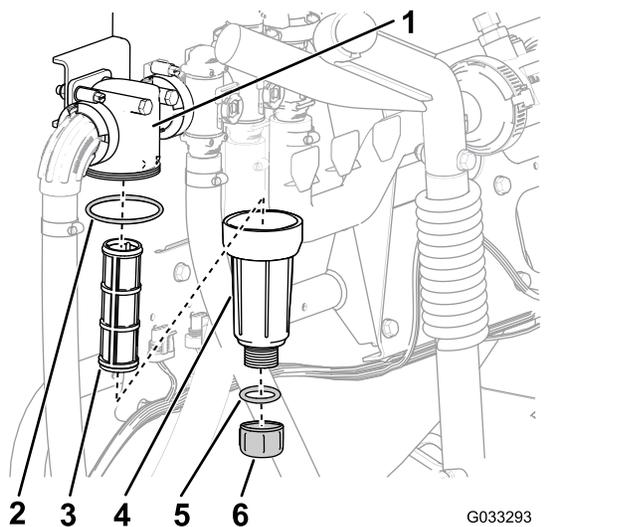

图 60
2. 在压力式滤清器下放置一个排放盘图 60。
3. 逆时针旋转排油塞然后将其从压力式滤清器的油碗中取出图 60。
4. 逆时针旋转油碗然后将其从滤清器头中拿出图 60。
5. 拆下旧压力式滤清器的滤芯图 60。
6. 检查排油塞的 O 形圈在油碗内侧和油碗的 O 形圈在滤清器头内侧是否有磨损和损坏图 60。
7. 将新的压力式滤清器滤芯安装到滤清器头中图 60。
8. 将油碗安装到滤头上并用手紧固图 60。
9. 将排油塞安装到油碗上并用手紧固图 60。